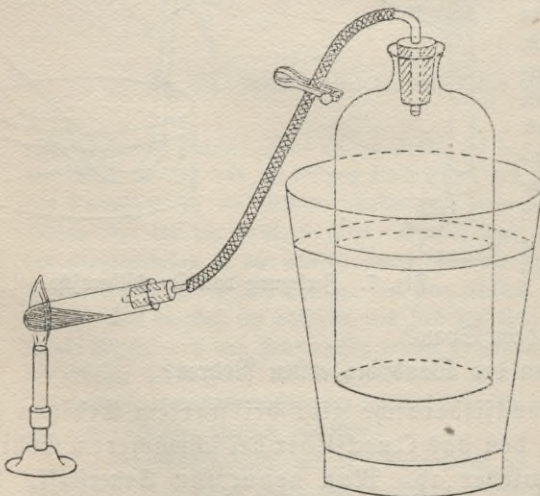

Fig. 8. Darstellung von Sauerstoff aus chlorsaurem Kalium und Braunstein.
**Versuch 1** (Fig. 8): Mische chlorsaures Kalium und Braunstein durch einfaches Zusammenschütten, nicht durch Reiben in der Reibschale, ungefähr zu gleichen Teilen